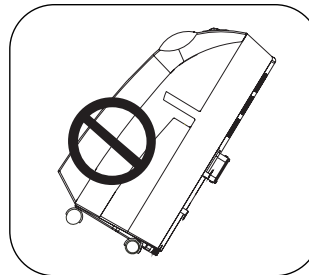

FIG.1
- ONLY USE IN THE UPRIGHT POSITION ON A FLAT, LEVEL SURFACE AT LEAST 20"/50cm FROM ANY OBJECT (Fig 1 & 4).